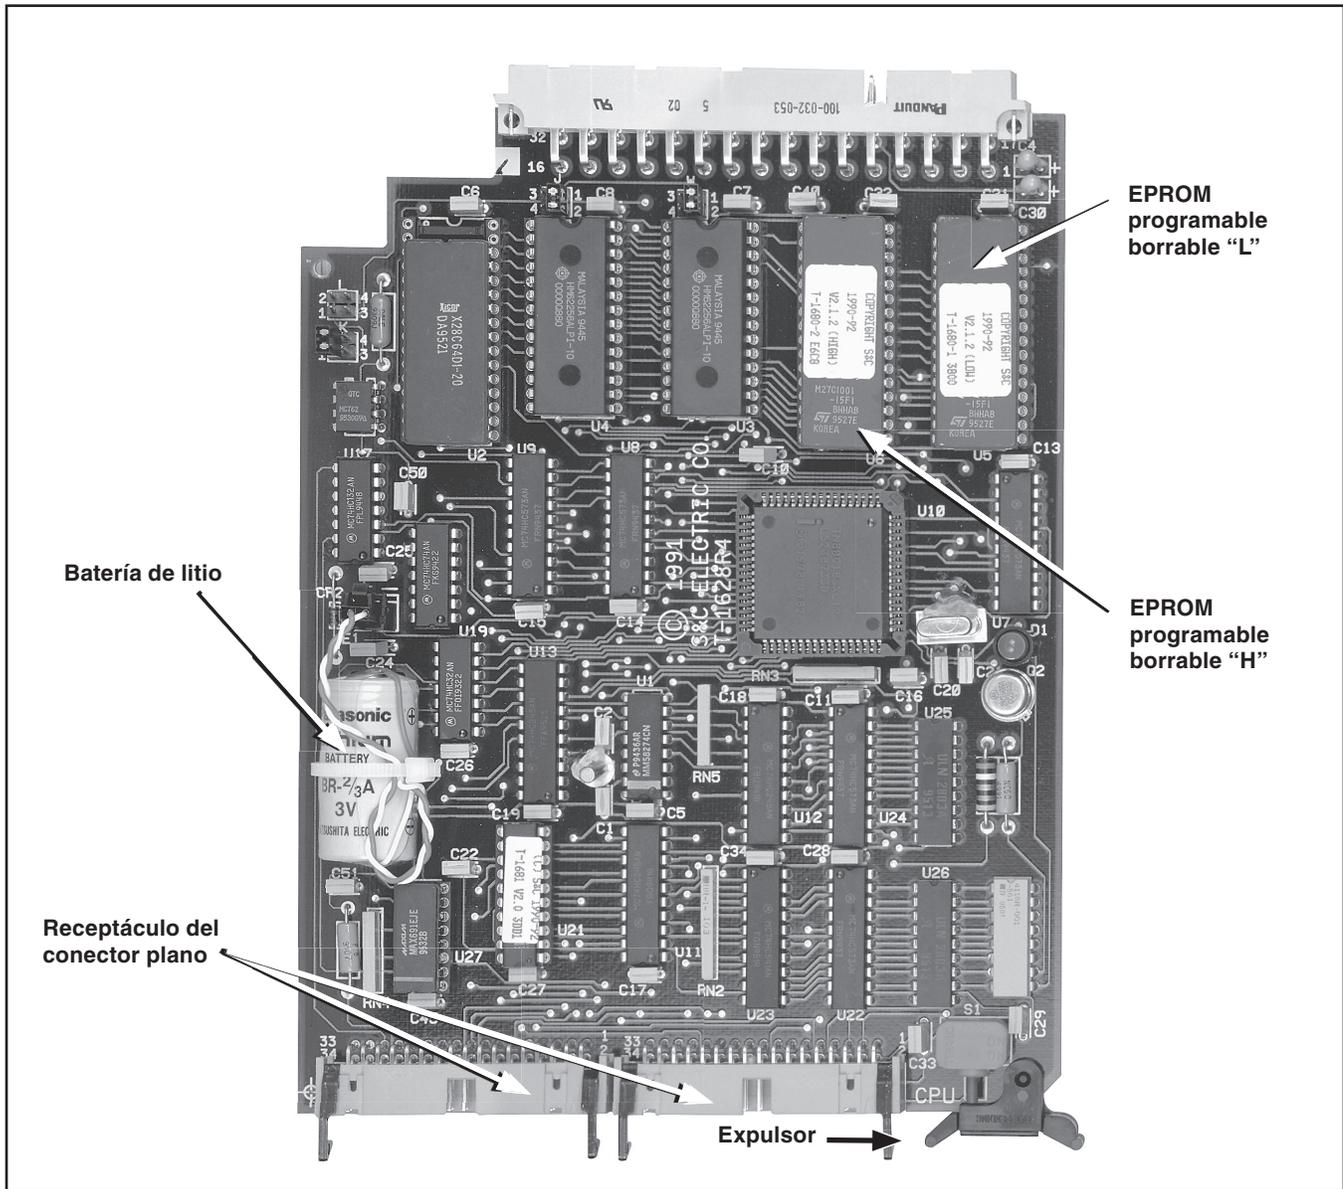

Figura 4. Tarjeta del CPU.
- (c) Coloque la tarjeta del CPU enseguida de los receptáculos del conector plano de tal manera que queden frente a usted. Utilice la herramienta de extracción que se proporciona para quitar los dos EPROM (Programables Borrables) “H” y “L” de sus enchufes, “U6” y “U5” respectivamente. Consulte la Figura 4 en la página 10. Ponga la memoria fija que acaba de quitar sobre el cojinete.
- PASO 4.** Oprima la lengüeta y quite el enchufe de la batería de litio del receptáculo de plástico negro de la tarjeta del CPU. Ver Figura 4 en la página 10.
- (c) Coloque la tarjeta del CPU de modo que los receptáculos del conector plano queden de frente a usted. Utilice la herramienta de extracción que se proporciona para sacar la EPROM programable borrable “H” y “L” de sus enchufes, “U6” y “U5” respectivamente. Consulte la Figura 4 en la página 10. Coloque la memoria fija que extrajo en el cojinete de trabajo.